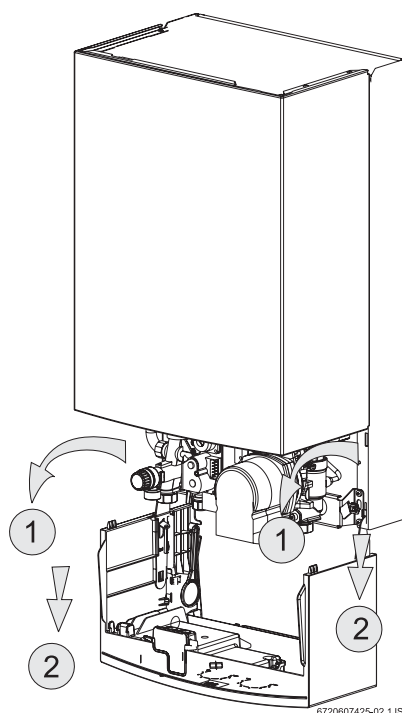

Fig. 9 Posición de servicio para tener acceso al sistema hidráulico y electrónico
- Para retirar completamente el panel de mandos estando posicionado según Fig. 9, levántelo y tire de él hacia adelante.